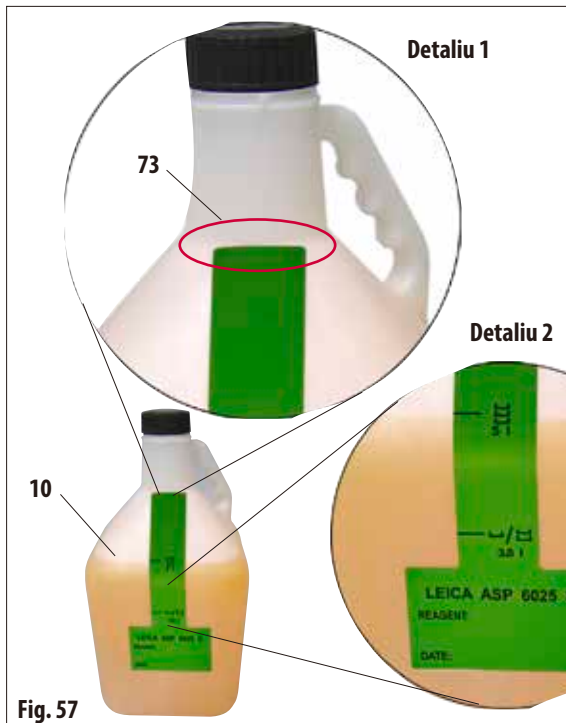

Fig. 57
Pentru a vă asigura că marcajele nivelului de umplere sunt valabile, aplicați partea îngustă a etichetei exact în punctul de pe recipientul RTU (10) în care se termină gâtul de îmbuteliere (Detaliu 1 din Fig. 57), apoi apăsați-o vertical de sus în jos.
Simbolul de la 5 l (Detaliul 2 din Fig. 57) înseamnă că recipientul RTU trebuie umplut până în acel punct, dacă retorta trebuie umplută până la al treilea senzor de nivel (corespunde încărcării cu trei coșuri).
Numărul stației poate fi, de asemenea, notat pe etichetă, precum și data la care a fost pus în funcțiune reactivul specificat (Fig. 57).